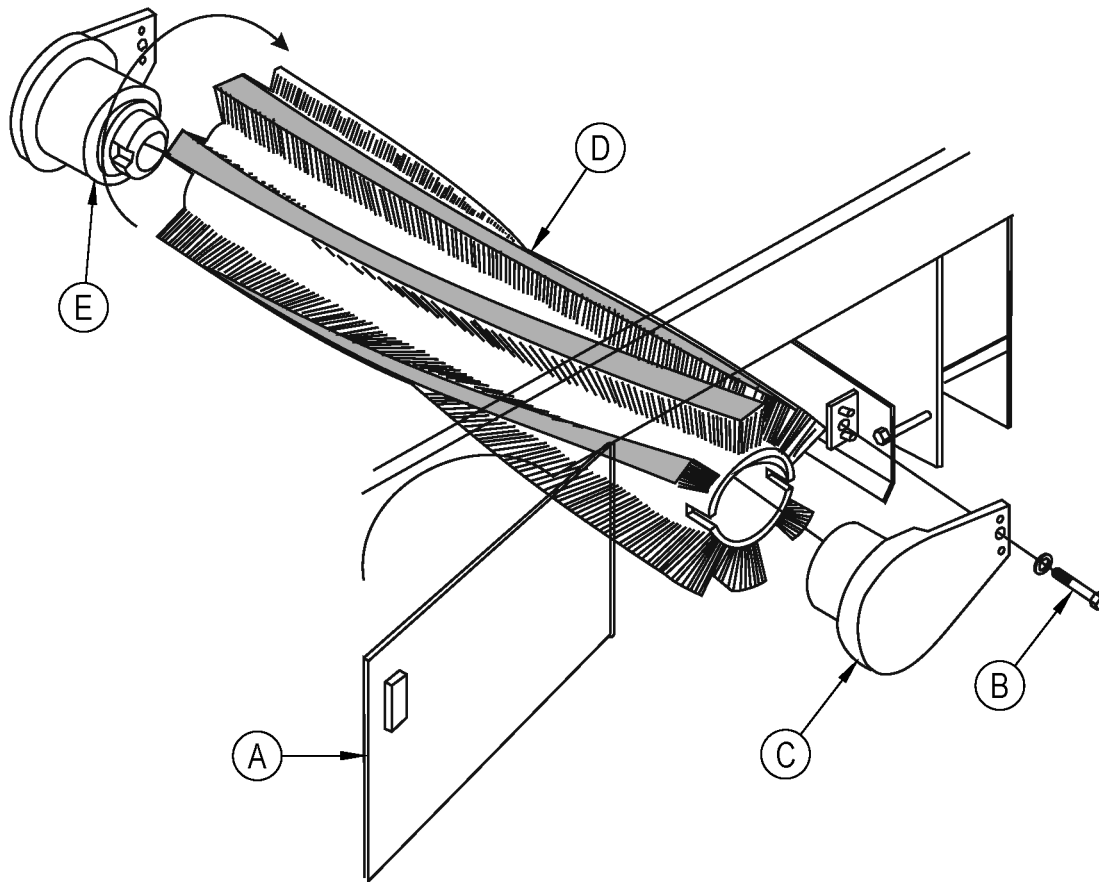

ABBILDUNG 14
AUSTAUSCH DES HAUPTBESENS (s. Abb. 14)
1. Die Klappe des linken Besenabteils (A) öffnen.
3. Die Befestigungsschraube (B) entfernen. (s. Abb. 14)
4. Den Arm der Freilaufeinrichtung (C) entfernen.
5. Den Hauptbesen (D) herausnehmen und ablegen.
7. Den neuen Besen rechts auf die Antriebsnabe (E) aufdrehen, bis er in die Laschen der Besen-Antriebsnabe eingreift.
8. Die Laufrolle (C) montieren.
9. Die Befestigungsschraube (B) eindrehen und festziehen.
10. Die Klappe des Besenabteils (A) schließen.